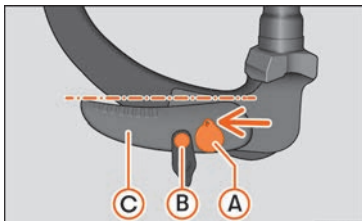

Abb. 300 Ruheposition: Überprüfung der Position
- Der Schlüssel » Abb. 300 ① befindet sich in entriegelter Position (das Loch des Schlüssels zeigt nach oben).
- Der Entriegelungsbolzen » Abb. 300 kann bewegt werden ②.
- Der Hebel » Abb. 300 ③ befindet sich in der unteren Position.